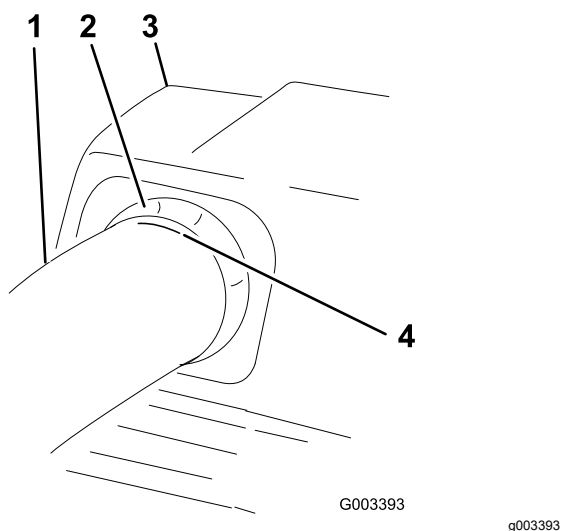

Figura 25
7. Assim que se alcançar a medida de , marque o tubo superior no lado da saída onde o vedante de borracha sair (Figura 25).
11. Certifique-se de que marca de Figura 25 ainda se encontra no sítio.